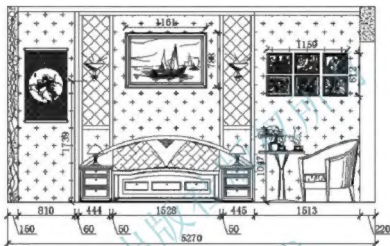

图 9-42
**步骤2:** 使用项目1中设置的尺寸标注,对卧室立面图进行标注,最终效果如图9-42所示。